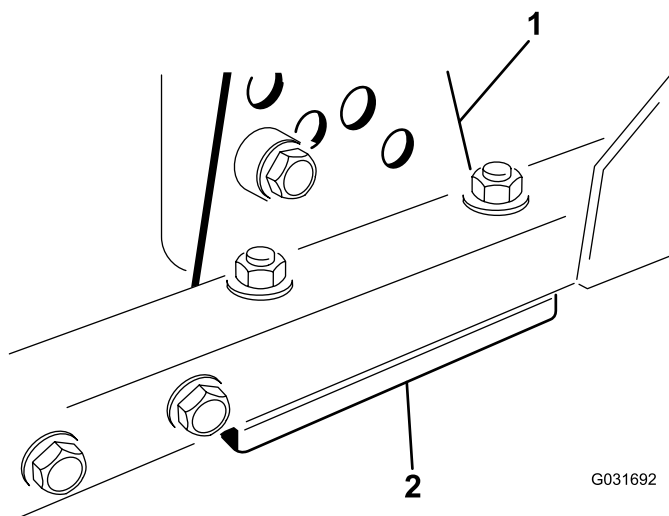

Figura 64
1. Togliete la staffa dell'altezza di taglio (anteriore, sinistra o destra) dal telaio del piatto di taglio (Figura 64).
2. Regolate gli spessori di 1,5 mm e/o 0,7 mm fra il telaio del piatto di taglio e la staffa per ottenere l'impostazione dell'altezza desiderata (Figura 64).